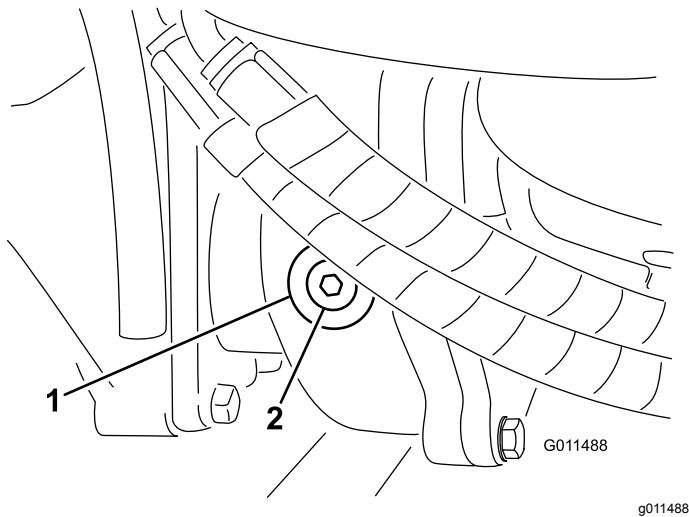

Bild 17
2. Entfernen Sie die Prüf-/Füllschraube an der linken Getriebeseite (**Bild 17**) und stellen sicher, dass der Schmierstoff die Unterseite des Lochs erreicht. Füllen Sie bei einem niedrigen Stand genug Schmiermittel auf, um den Stand bis an die Unterseite des Lochs anzuheben.